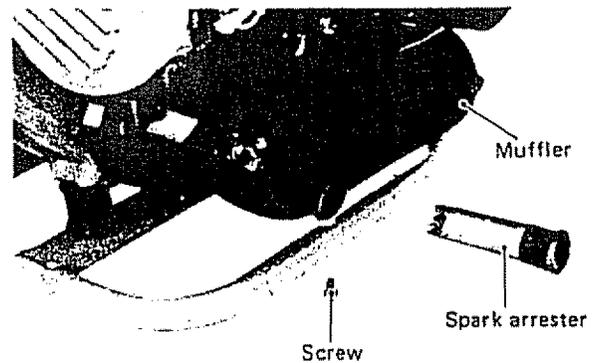

Figure 14
5. MUFFLER AND EXHAUST PORT (Fig. 14)